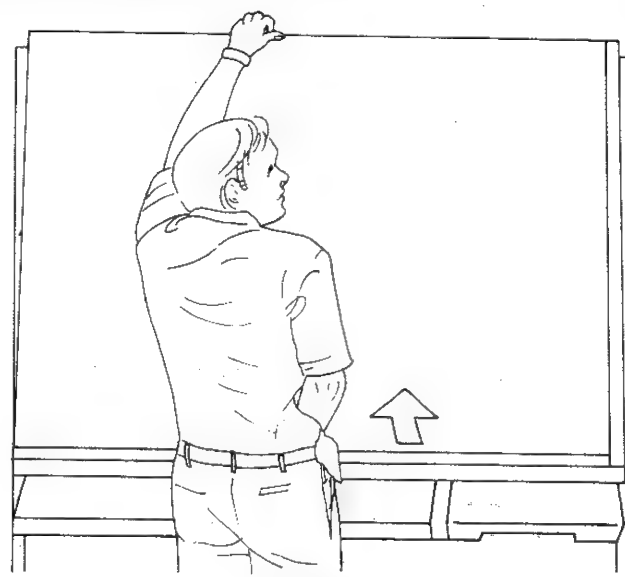

Abbildung 23
- (3) Die neun Schrauben an der Oberseite der Tafel abschrauben.
- (4) Die Unterseite der Platteneinheit herausziehen. (Abbildung 23) Darauf achten, daß die unteren Stützen einrasten.
- (5) Die Ober- und Unterseite der Tafel in der Tafelmitte festhalten. Die Tafel etwas anheben und dabei die Oberseite herausziehen, wobei der Hauptkörper und Rahmen in paralleler Lage zu halten sind.